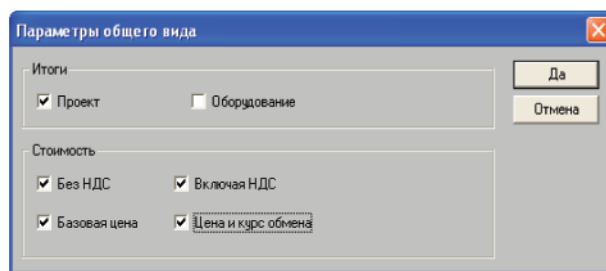

Рис. 87
- 1) вызвать команду **Настройки**→**Общий вид**. В открывающемся окне отметить пункт “Цена и курс обмена” (рис. 87);